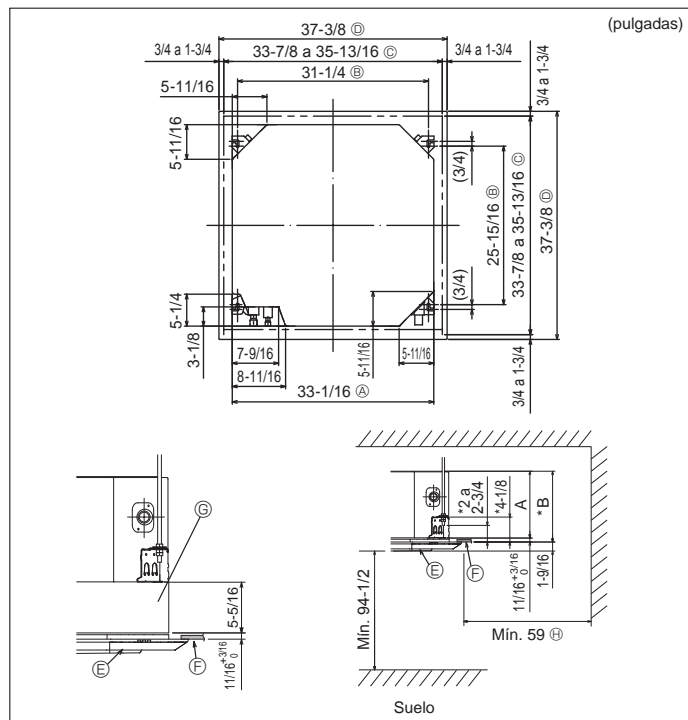

Fig. 3-2
④	Abrazadera (grande)	6
⑤	Abrazadera (pequeña)	2
⑥	Tubo de desagüe	1
⑦	Aislante	1
3.2. Apertura del techo y ubicación de los tornillos de suspensión (Fig. 3-2)
* Las dimensiones de la apertura del techo pueden ajustarse dentro de los valores indicados en la Fig. 3-2; centre la unidad principal en la apertura asegurándose de que los lados opuestos respectivos alrededor de la apertura sean idénticos.